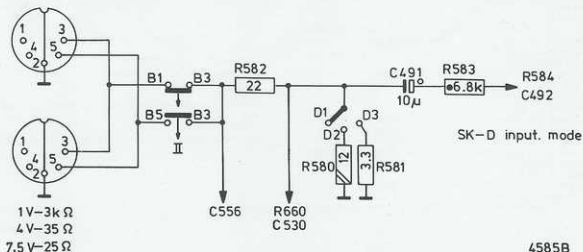

Fig. 2
- Die Eingangsschaltung ist gemäss Abb. 2 geändert.